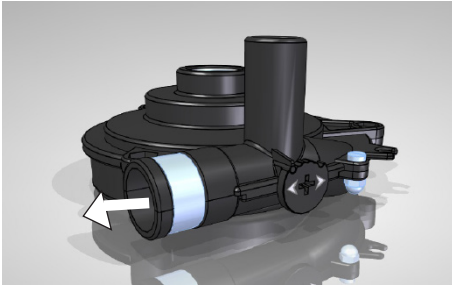

Fig 7.4 Bomba configurada en la posición de **circulación INTERNA**.
- Circulación **INTERNA**: El agua sale de la bomba por el tubo horizontal (Ver fig 7.4). Con esta configuración se consigue una buena homogeneización de la temperatura en el líquido de la cubeta.